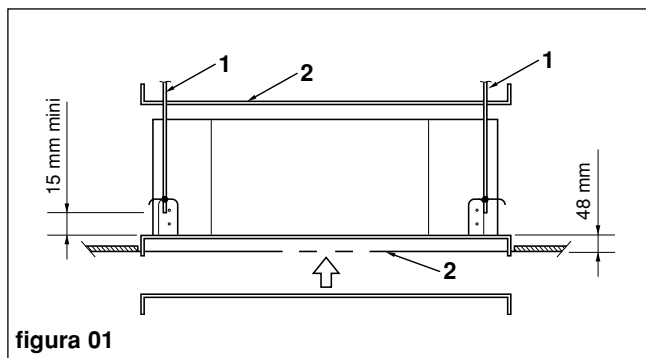

figura 01
- Utilizzare la dima (2) per determinare la posizione dei fori delle aste di sospensione (1) e il foro da praticare nel contro-soffitto (figura 01).
- La lunghezza delle aste di sospensione deve permettere di avere una distanza superiore a mm. 15 tra il basso dell'asta di sospensione e la parte bassa dell'apparecchio (figura 01).